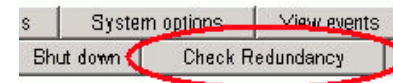

Figura 2 Verificación de la redundancia
2. En la página Initialized Storage System Properties [Propiedades del sistema de almacenamiento iniciado], haga clic en **Check Redundancy** [Verificar redundancia]. Consulte la Figura 2.